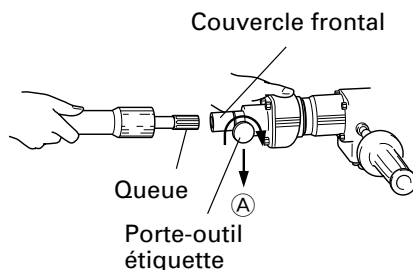

Fig. 3
- (1) Nettoyer la queue de l'outil, puis la graisser avec la graisse.
- (2) Faire glisser le porte-outil dans la direction de la flèche A et le faire tourner à 180°. Tourner vers le bas l'encoche de la queue d'outil et l'insérer à fond dans l'orifice hexagonal du couvercle frontal. (Fig. 3)
- (3) Retourner le porte-outil et aligner la marque sur le couvercle frontal avec la marque sur le porte-outil pour fixer l'outil.